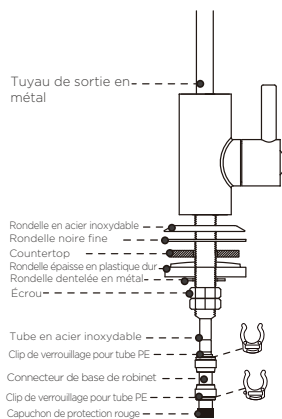

Figure 6
Localisez et organisez les pièces d'installation, voir la Figure 6 pour plus de détails sur l'assemblage.
2. En vous référant à la Figure 6, vous devrez installer la pièce dans l'ordre indiqué, rondelle en acier inoxydable. Rondelle noire fine. Faites glisser les deux sur la base de la tige filetée du robinet. La rondelle en caoutchouc fine doit être placée entre le dessus du robinet et la rondelle en acier inoxydable.
Poussez le connecteur sur la base du robinet jusqu'à ce que le connecteur touche le fond, voir la Figure 6.
L'emplacement doit être droit, au moins 3" et avant le siphon en P (Fig. 6). Il est recommandé d'utiliser un emplacement vertical (Fig. 10)